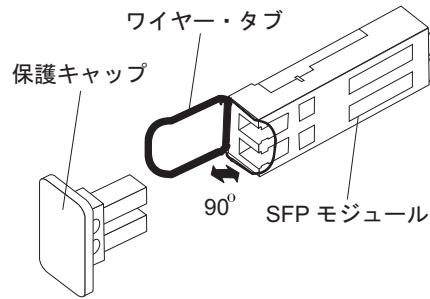

図 17. SFP モジュール・ラッチのアンロック - プラスチック・タブの場合
- ・ プラスチック・タブが入っている SFP モジュールの場合は、40 ページの図 17 に示すように、プラスチック・タブを外側に 10° 引いて SFP モジュール